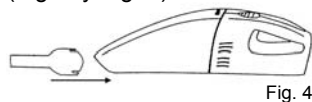
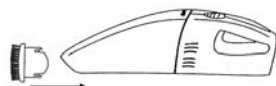

Fig. 4
Fig. 5
3. Para instalar la boquilla esquinera o el cepillo limpiador en la aspiradora, presione el accesorio dentro del orificio de succión delante del recipiente para la tierra. (Fig. 4 y Fig. 5)